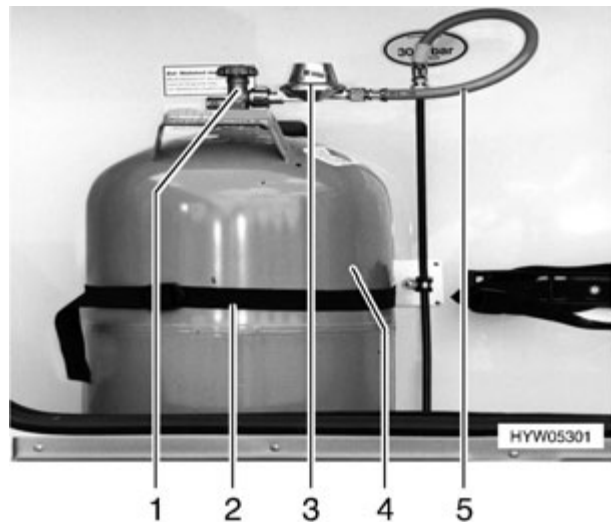

Fig. 72 Compartiment à gaz
- Fermer le robinet principal (Fig. 72,1) de la bouteille de gaz (Fig. 72,4). Observer le sens de la flèche.
- Dévisser à la main le régulateur du gaz (Fig. 72,3) et la lyre (Fig. 72,5) de la bouteille de gaz (filetage à gauche).
- Décrocher la sangle de fixation (Fig. 72,2) et retirer la bouteille de gaz.